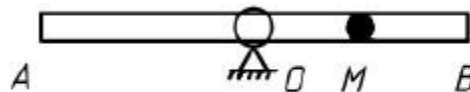

Рис. 2.1
1. Трубка  $AB$  вращается вокруг оси  $O$ , перпендикулярной к ней, с постоянной угловой скоростью  $\omega = 4\pi \text{ рад/сек}$ . Внутри трубки колеблется шарик по закону  $s = OM = 2 \sin(\pi t)$ , ( $s$  – в см,  $t$  – в сек) (рис. 2.1). В моменты  $t_1 = 1/6 \text{ сек}$  и  $t_2 = 5/3 \text{ сек}$  определить: 1) абсолютную скорость шарика; 2) его абсолютное ускорение